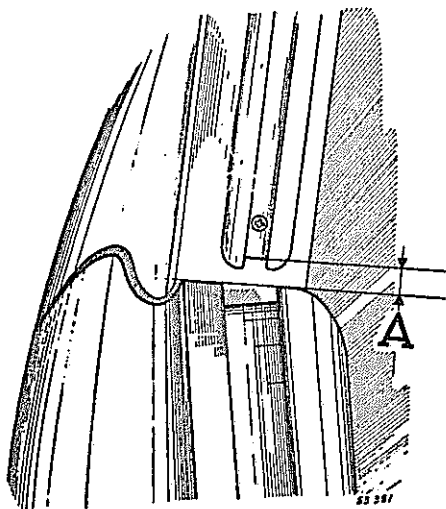

Fig. 7
- Après dépose du support-profil, tracer à l'aide d'un calibre placé sur le plan supérieur de la porte fermée une ligne repère à $A = 6,3 \text{ mm}$ (fig. 7) sur le montant de pare-brise.